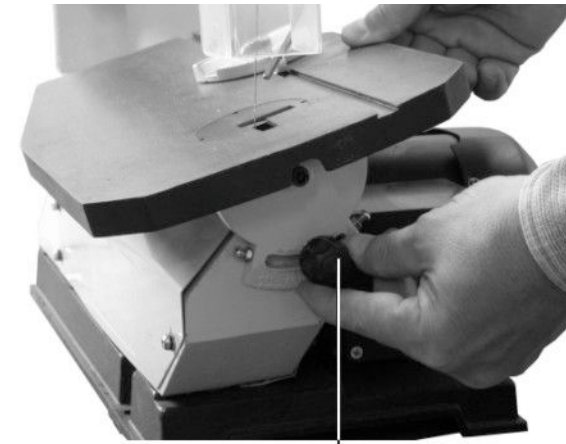

Рис.5
10.2. Ослабьте винт фиксации угла наклона рабочего стола (5), Рис.5, и установите рабочий стол (6), Рис.6, под прямым углом к пильному полотну (7), Рис.6.